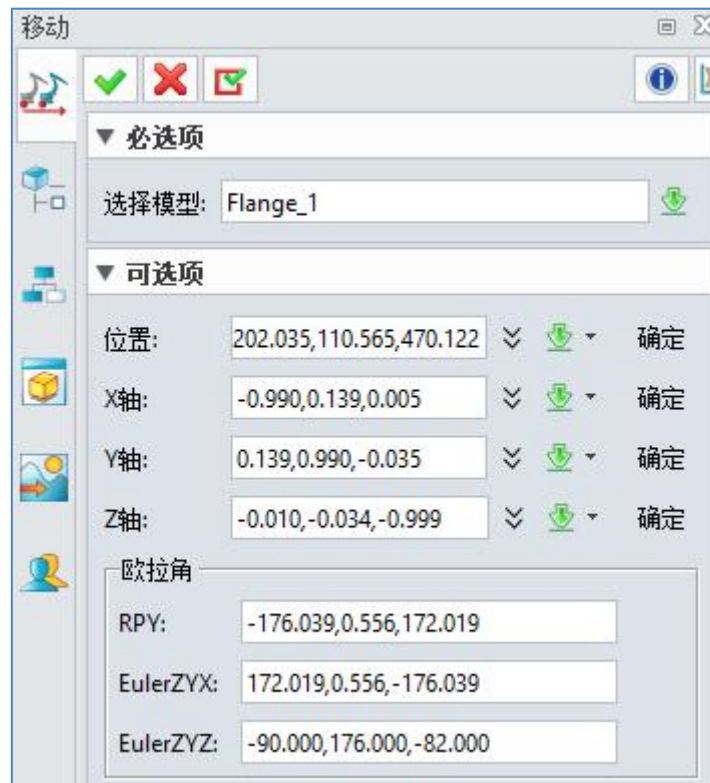

图 3-47:欧拉角
- 欧拉角是用来唯一地确定定点转动刚体位置的三个一组独立角参量。（图 3-47）